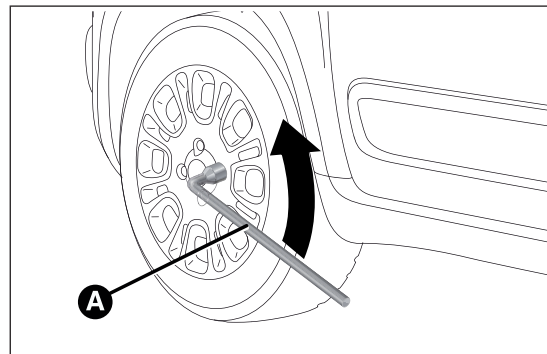

fig. 116
- ☐ tomar la llave A fig. 116 y aflojar aproximadamente una vuelta los tornillos de fijación;
- ☐ tomar la llave A fig. 116 y apretar a fondo los tornillos de fijación;